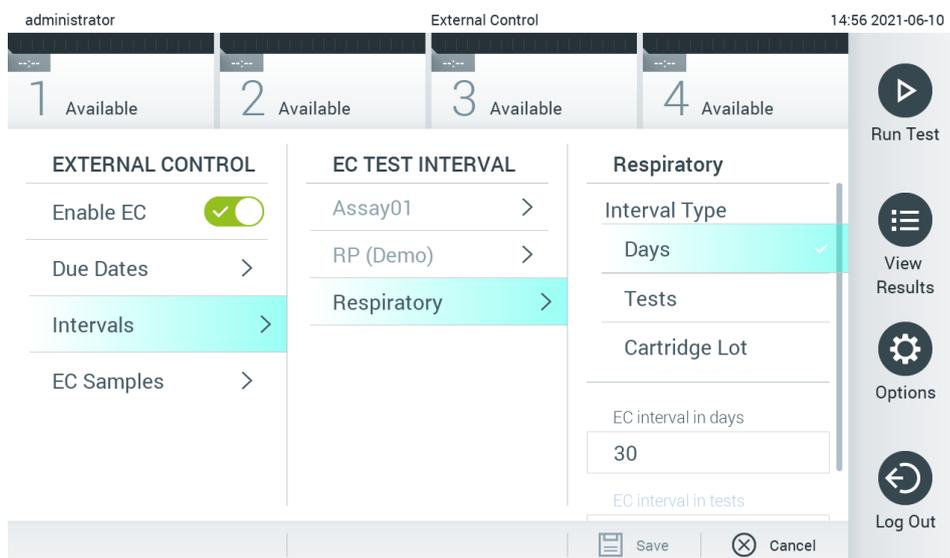

Figura 52. Pantalla External Control Intervals (Intervalos de control externo).
4. Seleccione **Intervals** (Intervalos) y, a continuación, seleccione un ensayo de la lista para configurar el intervalo después. Se muestra un recordatorio para recordar a los usuarios que debe realizarse la prueba de control externo para el ensayo seleccionado si ha transcurrido el intervalo (figura 52).